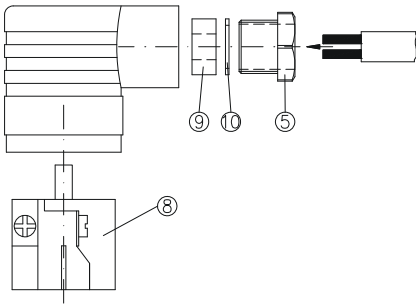

Abb. 8
- ↪ Führen Sie die Anschlussleitung durch die Kabelverschraubung ⑤, den Druckring ⑩ und den Gummieinsatz ⑨ in die Leitungsdose ein (→ Abb. 8).